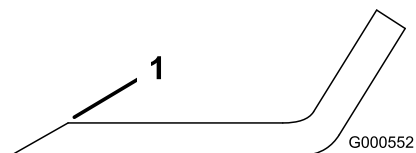

Figura 106
1. Utilize uma lima para afiar aresta de corte em ambas as extremidades da lâmina (Figura 106).
Nota: Se lâmina não estiver equilibrada, lime algum metal da extremidade da aba apenas (Figura 106).